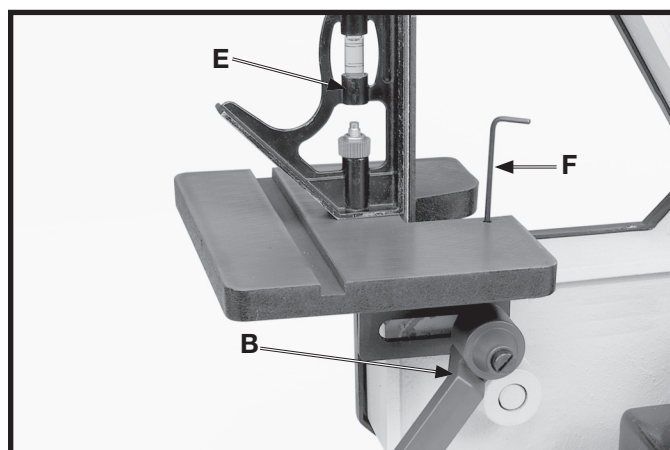

Fig. 26
Para la mayoría de las operaciones de lijado, la mesa debe colocarse a un ángulo de 90 grados con respecto a la correa de lijado. Se proporciona un tope positivo para asegurar el posicionamiento rápido de la mesa a 90 grados de la correa. Afloje la palanca de cierre de mesa (B) Fig. 26 e incline la mesa hacia atrás lo más lejos posible. Utilizando una escuadra de combinaciones (E), coloque un extremo de la escuadra sobre la mesa con el otro extremo contra la correa de lijado, como lo muestra la ilustración, y verifique que la mesa está a 90 grados de la correa. Si la mesa no está a 90 grados de la correa, gire el tornillo de ajuste con la llave (F). El tornillo de ajuste debe hacer fondo contra el marco cuando la mesa se encuentre a 90 grados de la correa.